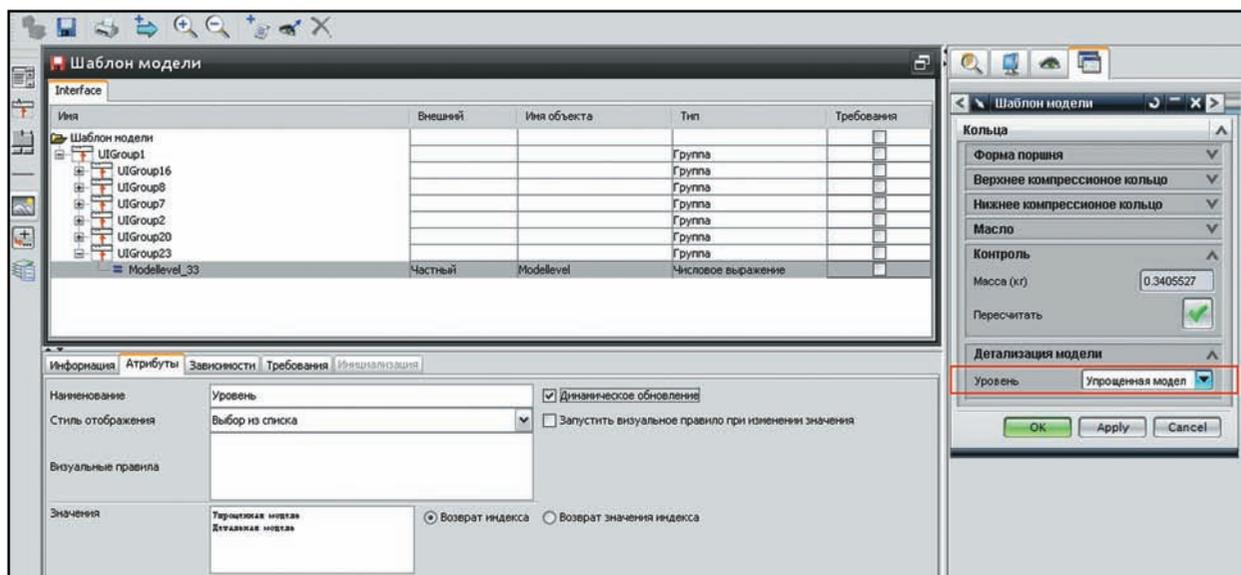

Рисунок 10.47 Создание элемента управления
- Добавьте в диалог шаблона новый элемент интерфейса типа **Группа** и перетащите в него из дерева построения переменную, созданную для подавления скруглений в модели. На вкладке **Атрибуты** задайте ей стиль отображения как **Выбор из списка**, а в список значений внесите две строки – «Упрощенная модель» и «Детальная модель». При этом необходимо включить опцию возврата индекса выбранного элемента. Как это будет работать? Пользователь, выбирая одно из значений выпадающего списка, будет присваивать переменной или ноль, или единицу. В зависимости от значения все связанные с этой переменной геометрические элементы будут подавляться или активироваться. Включите опцию динамического обновления, сохраните шаблон и выйдите из PTS (рис. 10.47).